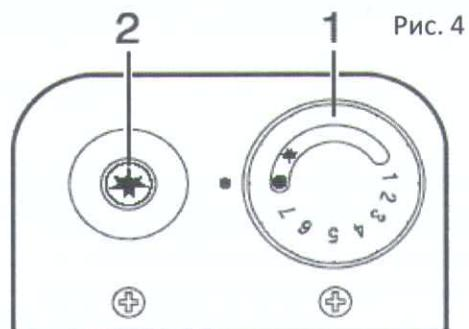

Рис. 4
- A - регулятор 1\* и кнопка пьезоэлектрического поджига 2\* (см. рис. 4)